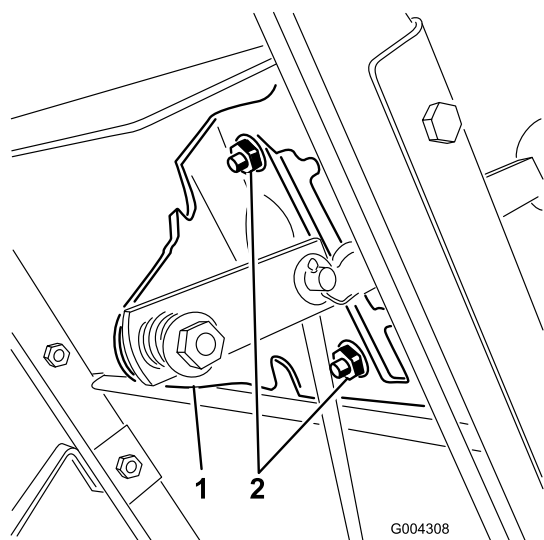
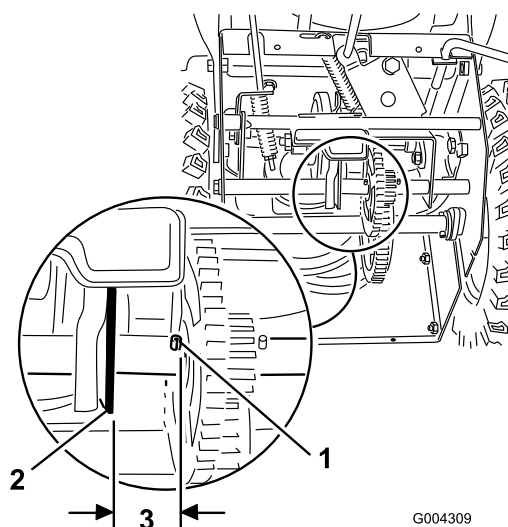

Figure 29
Figure 30
4. Desserrez les écrous à embase qui fixent la plaque de changement de vitesses au panneau de commande (Figure 29).
Remarque: L'ensemble de transmission doit se trouver à 3 mm (1/8") de la goupille. Si ce n'est pas le cas, faites coulisser la plaque de changement de vitesses (Figure 29) jusqu'à obtenir l'écartement correct (Figure 30).